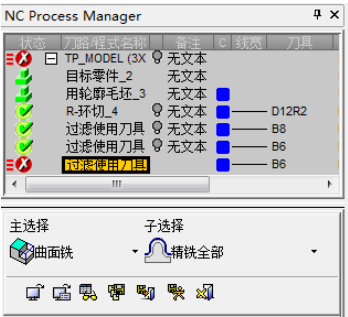

图 3-108 “NC Process Manager”对话框（4）
1) 创建程序。单击“加工向导”工具栏上的“加工程序”按钮，弹出“NC Process Manager”对话框(4)，“主选择”为“曲面铣”，“子选择”为“精铣全部”，如图 3-108 所示。